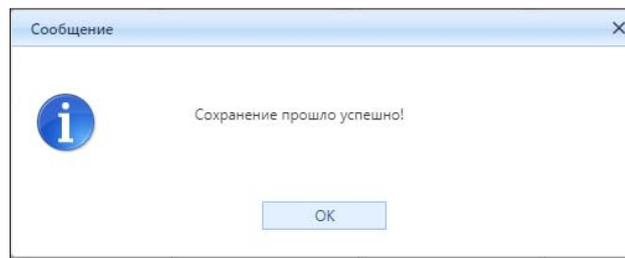

Рисунок 3.3.16 – Сообщение о сохранении настройки
7) после нажатия на кнопку появится сообщение об успешном сохранении настройки (рис. 3.3.16).